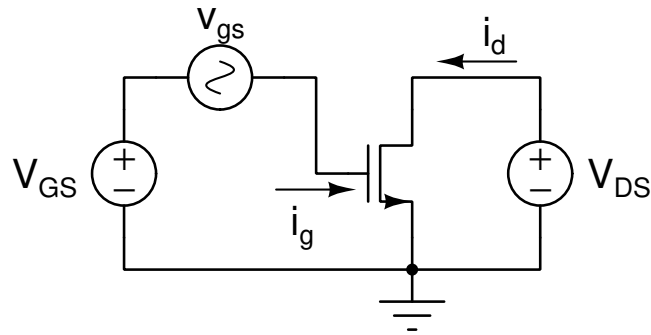

Figura 3: Circuito esquemático para la simulación de las de la respuesta en frecuencia.
4. Simular el circuito de la figura 3 para cada valor de V_{GS} de la tabla [TAB01] y para $V_{DS} = 1,8$ V. Utilizar una fuente de tensión en AC de amplitud 1, en un rango de frecuencias $f = \{1 \text{ kHz}; 100 \text{ GHz}\}$ simulando 100 puntos por década. Al observar la relación de las corriente i_d/i_g se obtiene como resultado $\beta(f)$.